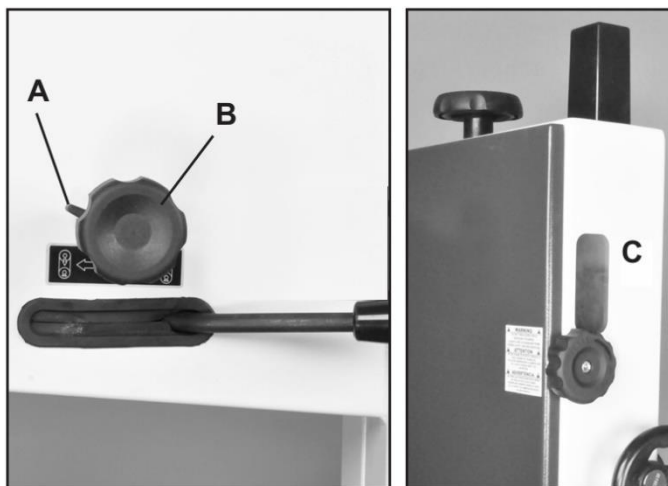

Рис. 14
1. Откройте обе дверцы. На задней панели устройства ослабьте фиксирующий рычаг (#22D, рис. 14, A), повернув его против часовой стрелки.